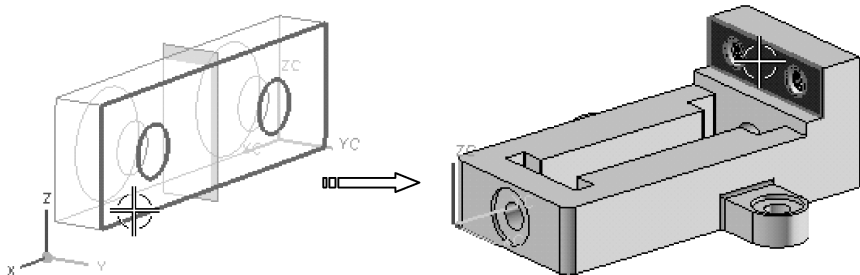

图 7-87 选择接触约束对象
- 05 分别选择钳口板的表面和底座上的表面作为接触约束的两个对象，如图 7-87 所示。